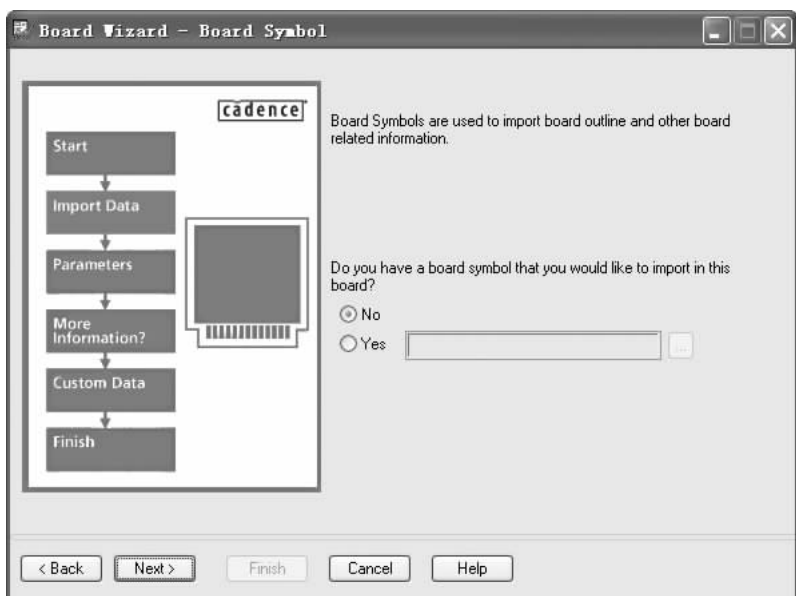

图 10-31 “Board Wizard – Board Symbol（板向导模板）”对话框
6. 单击 **Next >** 按钮，进入图 10-31 所示的对话框。提示用户是否要选择一个已有的“board symbol（包括电路板框和其他一些有关电路板信息的参数模块）”导入进来。这里选择“No（否）”选项，表示不导入参数模块。